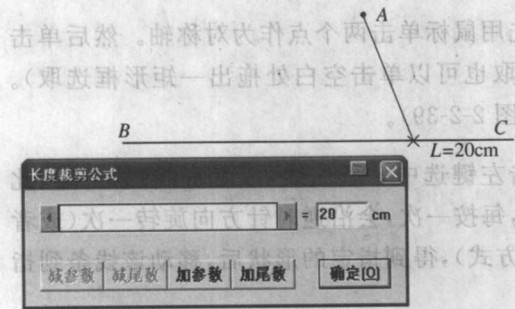

图 2-2-33
(16)  圆规: 从一点 A 到已知直线 BC 的线段长是定长的, 可以用圆规来做。选择该工具后, 单击点 A, 拖动鼠标到直线 BC, 此时直线 BC 变红, 在线上单击左键, 弹出对话框, 输入点 A 到直线 BC 的长度数值即可(图 2-2-33)。如肩斜线可用此法; 另外作距离两点的距离是定长的点也可以用圆规来做。如袖子的前后袖隆。选择该工具后, 先分别单击线段的两个端点 B 和 C, 该线段呈红色, 然后拖动鼠标拉出一个三角形, 单击左键弹出对话框, 输入该点相应距离点 B 和 C 的长度数值确定完成(图 2-2-34)。